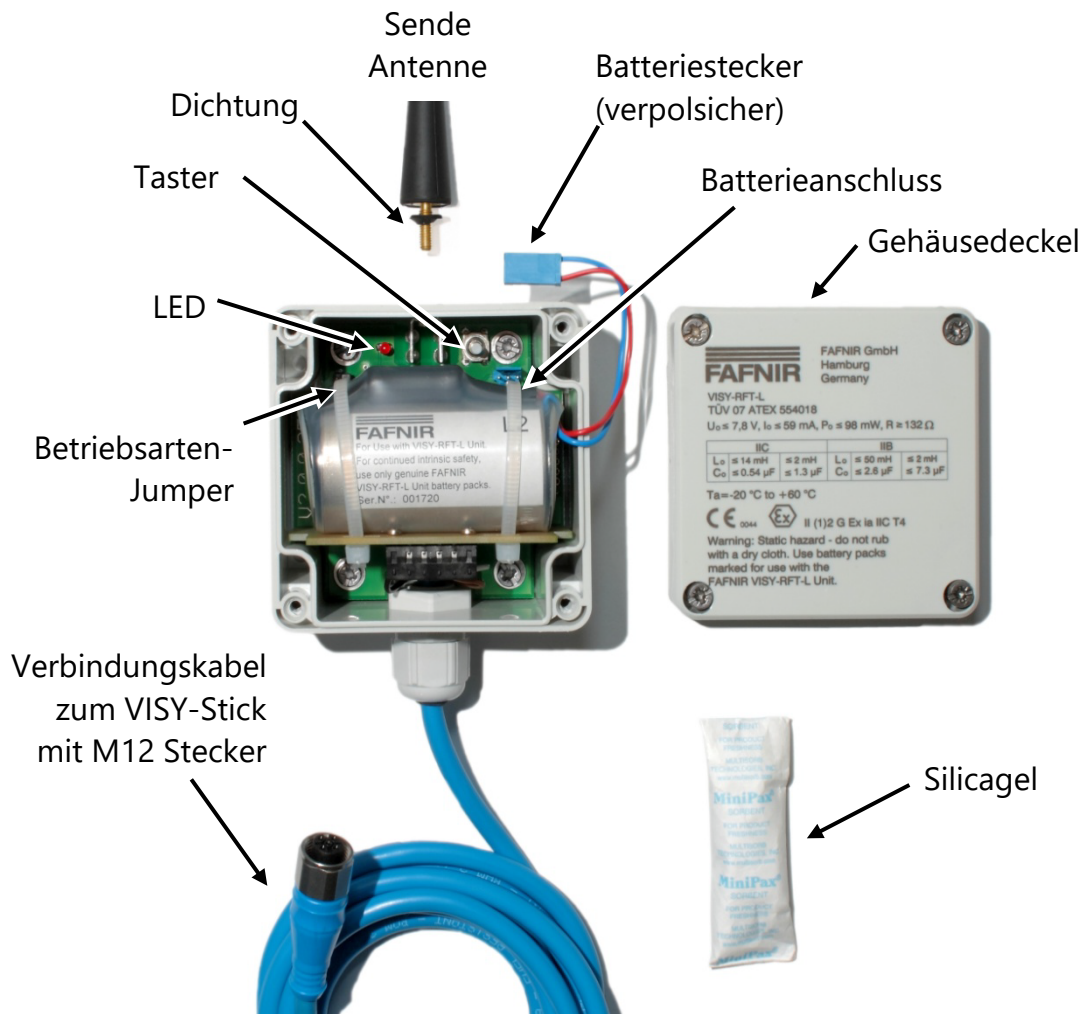

Abbildung 9: VISY-RFT-L Sendemodul mit abgenommenem Deckel
- Öffnen Sie den Deckel des VISY-RFT-L Sendemoduls und verbinden Sie den Batteriestecker mit den entsprechenden Kontakten (siehe Abbildung 9). Überprüfen Sie, ob die LED nach dem Verbinden des Steckers für drei Sekunden leuchtet. Legen Sie das Silicagel wieder ins Gehäuse und schließen Sie den Deckel.